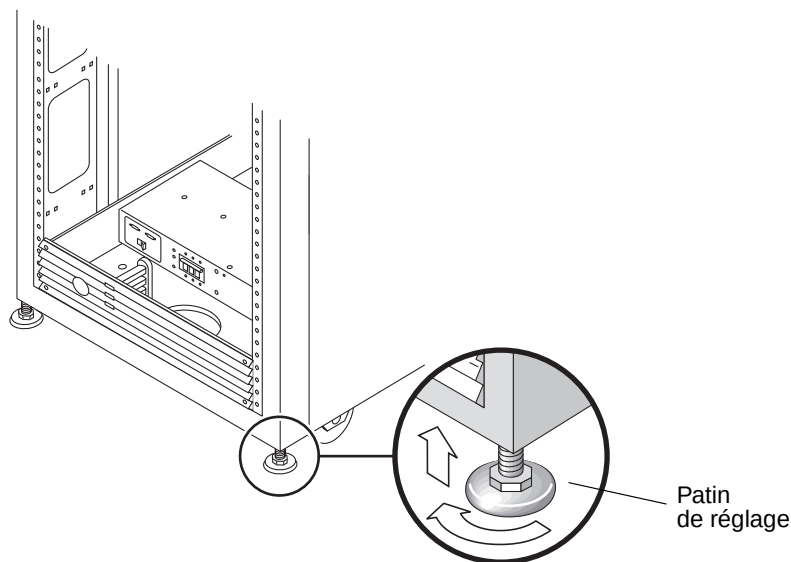

FIGURE 2-2 Patins de réglage
Les patins de réglage (vis) se trouvent à chaque angle de la base du coffret (FIGURE 2-2).
- 2. Réglez les quatre patins du cadre du coffret à l'aide de la clé de réglage (FIGURE 2-2).**